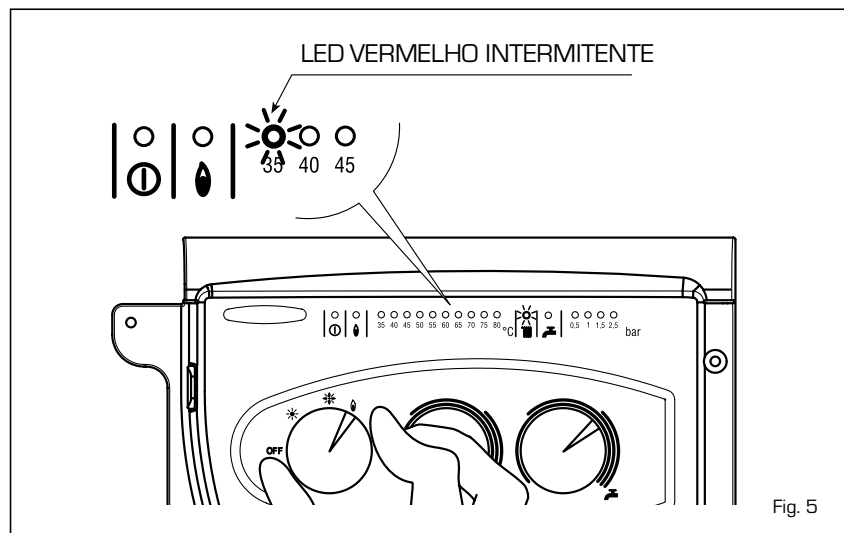

Fig. 5
- Intervenção do termóstato de segurança (fig. 5)